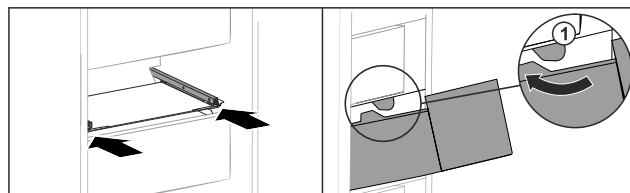

Fig. 204
- ▶ Обведите выдвижной ящик вокруг стопора Fig. 204 (1).